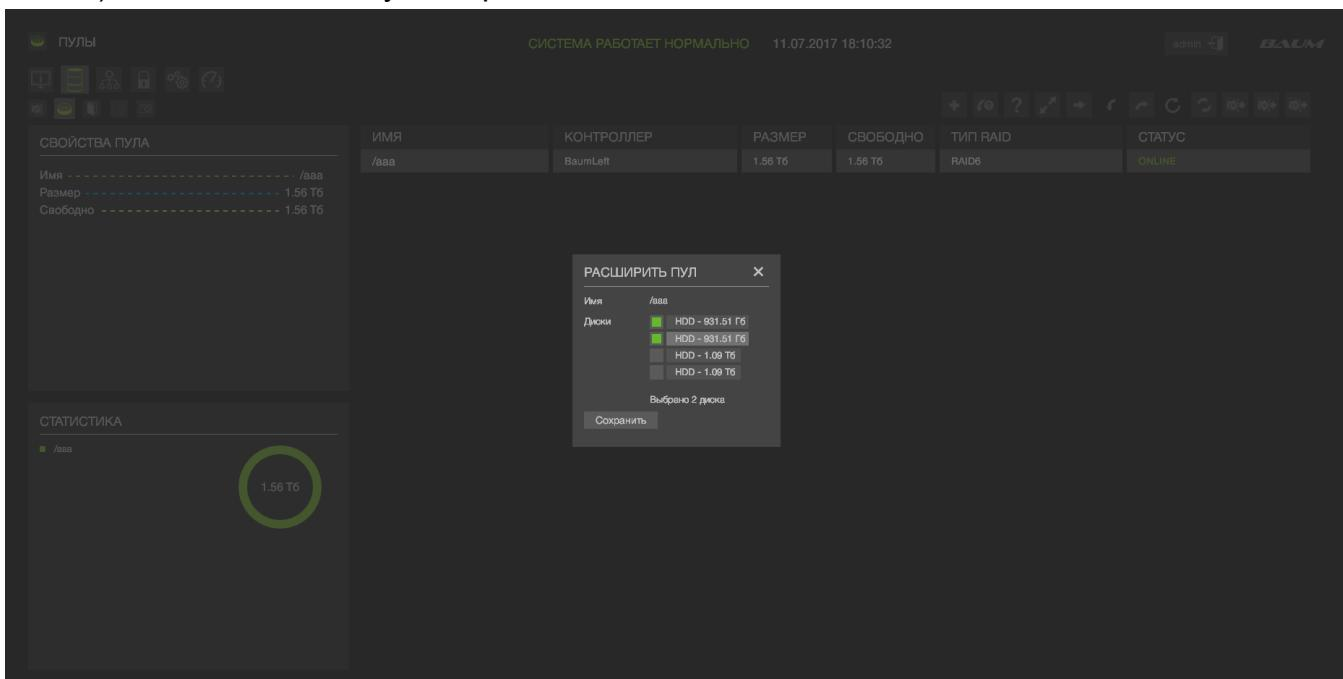

Рисунок 35 – Добавление дисков в пул
- 4) Выбрать диски, которые необходимо добавить в пул (см. Рисунок 35).